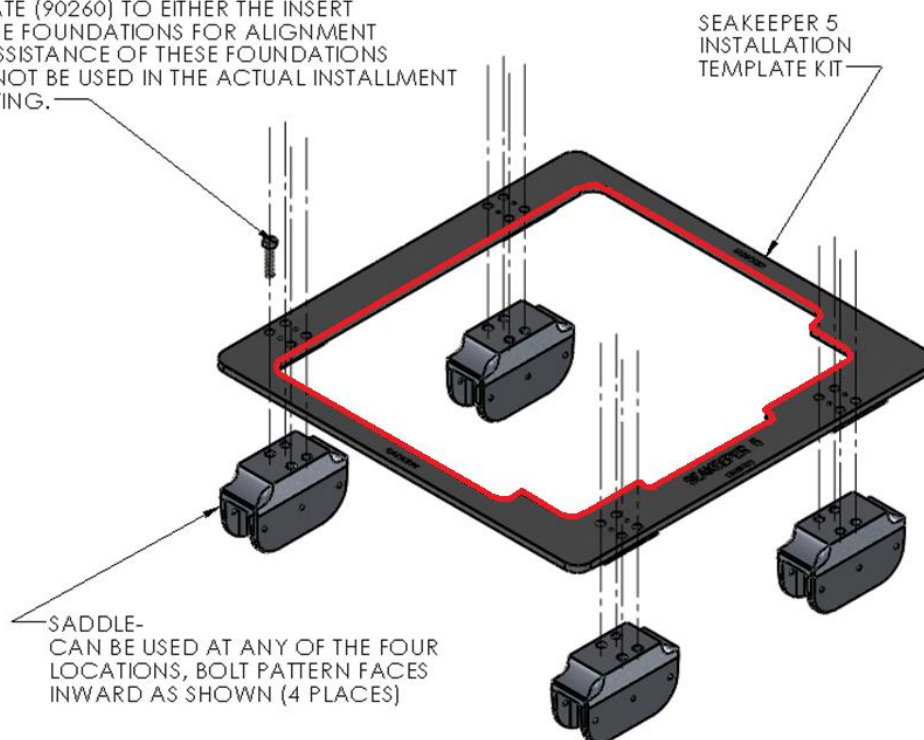
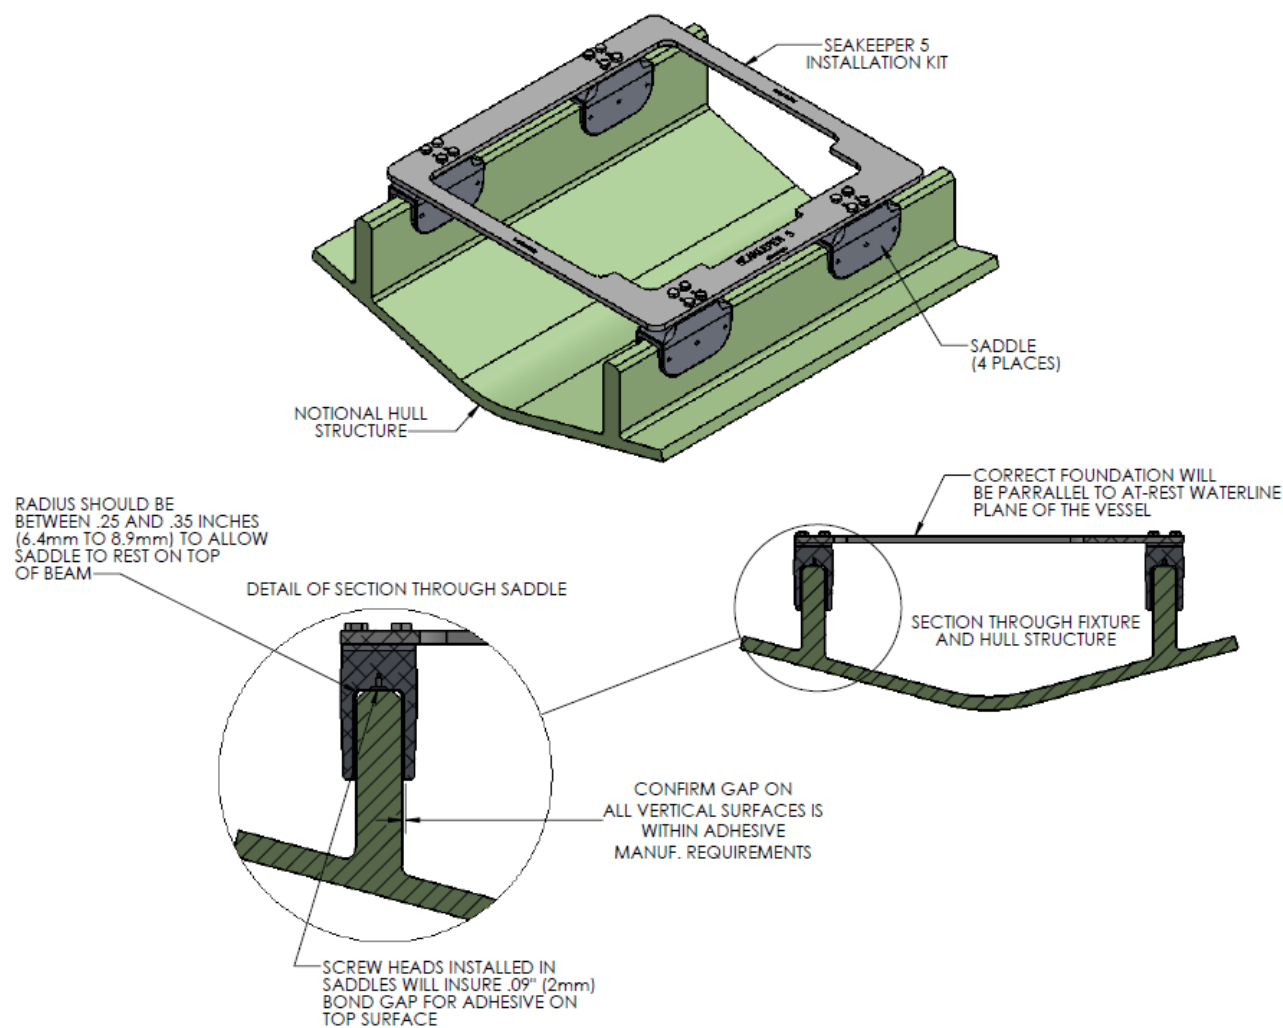
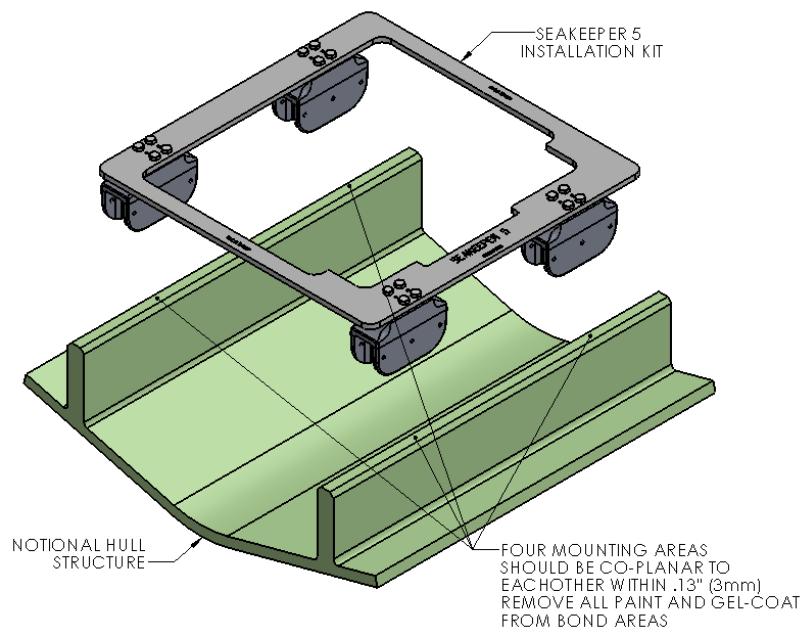
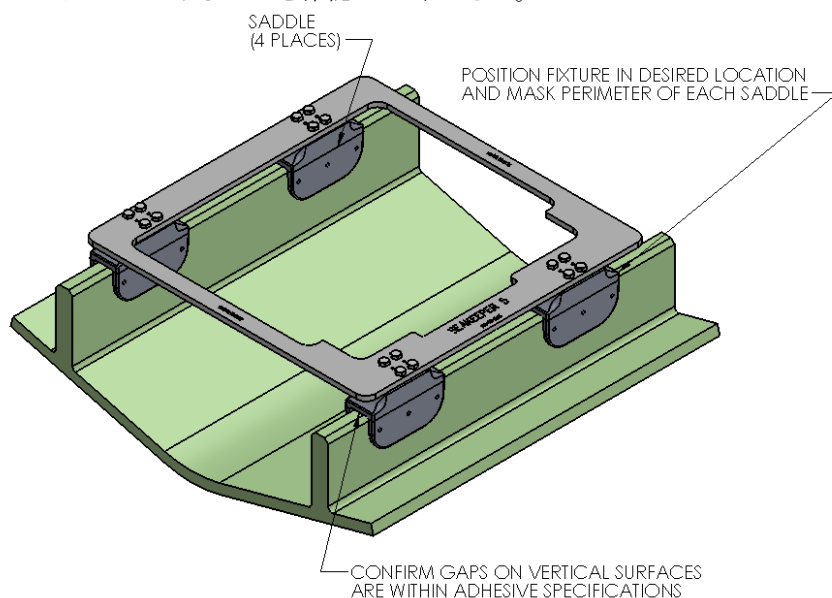

図 6 - サドル据付の固定具分解図
図 7 - 船体構造のサドル据付固定具
図 8 - 船体の固定具取付
図 9 - サドル周囲のマスキング
- 2) **ジャイロの足が乗る 4 点は 0.06 インチ (1.5mm) の範囲内の同一平面である必要があります。 (図 9 を参照)**
Seakeeper には、前後方向および左右方向とも適切な間隔でサドルの位置を決める据付固定具テンプレート P/N 90253 が付属しています。下の図 6、図 7、図 8 を参照してください。付属のサドル金具で組み立てたら、固定具で船体の隙間や並びを確認します。建造者/据付者が、固定具でジャイロの基礎サドルと船体構造間に小さな隙間を作るために基礎寸法を決め、調整することができます。接着剤の剪断強度は、船体構造とジャイロサドルの間で硬化する厚さが、接着剤メーカーが推奨する薄い範囲内で最大になります。基礎全体の寸法が正方形で水平であり、接着剤の入った隙間が Seakeeper が推奨する最大厚さ、0.13 インチまたは 3mm 内であることを固定具で確認してください。
- 1) 図 2 で示されているようにメンテナンスに必要な隙間を考慮しながら、ハルガード上の据付固定具（図 8）を配置します。据付固定具にサドルを固定しているネジがしっかり締まっていることを確認してください（図 6）。
- 2) 船体（図 9）の基礎サドルの周りをマスクすると掃除が容易で、（図 8）のような接着剤を適用する表面が出来上がります。プレクス MA590 を使用する場合は、接着空間が Seakeeper の推奨する厚さ、または 3mm であることを確認してください。
- 3) 固定具を基礎から持ち上げます。 4 つの取付点は 0.13 インチ (3mm) の間隔で同一平面にあること、図 8 のように喫水線と平行であることを確認します。
- 据付固定具にサドルを固定しているネジはしっかり締まっていることを確認してください（図 6）。
- 6) 固定具とサドルを船体構造上に置き、2つのナイロンネジが船体構造に載るまで、4つのサドルに軽い下向きの圧力を加えます (図 7 参照)。接着剤は各サドルの前方及び後方端部に向かって、そして部分的に基礎梁の側面まで押し出されます。